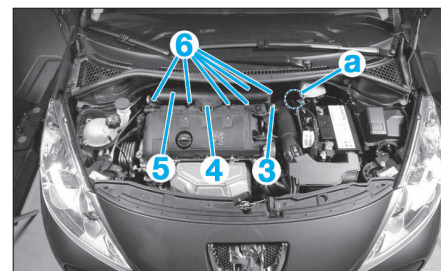

FIG. 33
- Déposer le cache de batterie (1) (Fig.33).